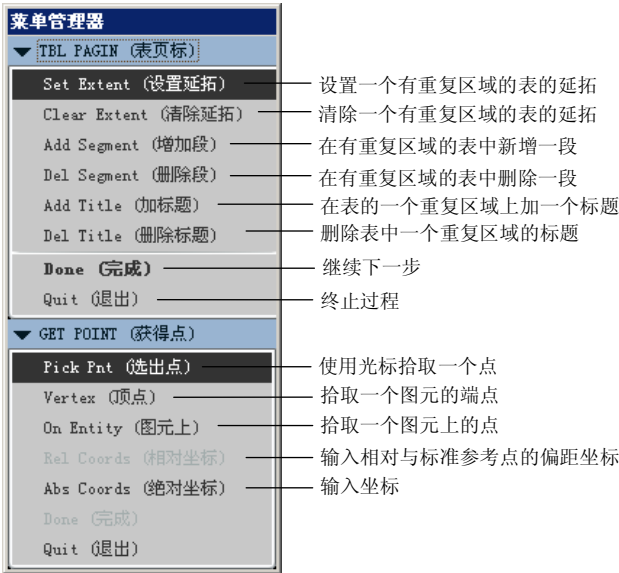

图 7.6.1 “表页标”菜单
Step3. 选择下拉菜单 **表(B)** → **编页(P)...** 命令，系统弹出图 7.6.1 所示的 **▼ TBL PAGIN (表页标)** 菜单。